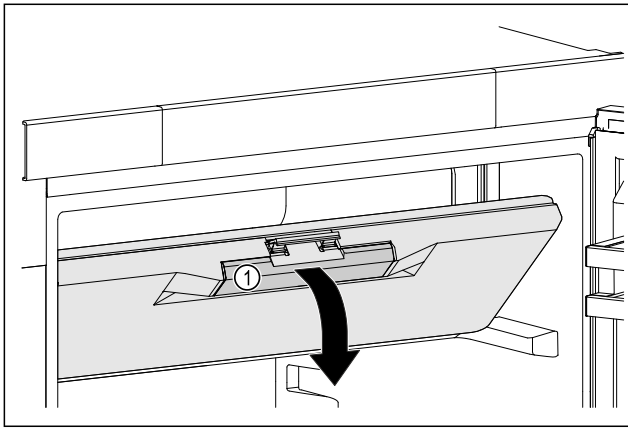

Fig. 43
- ▶ Ta i frysfacksdörren på det nedsänkta handtaget Fig. 43 (1).